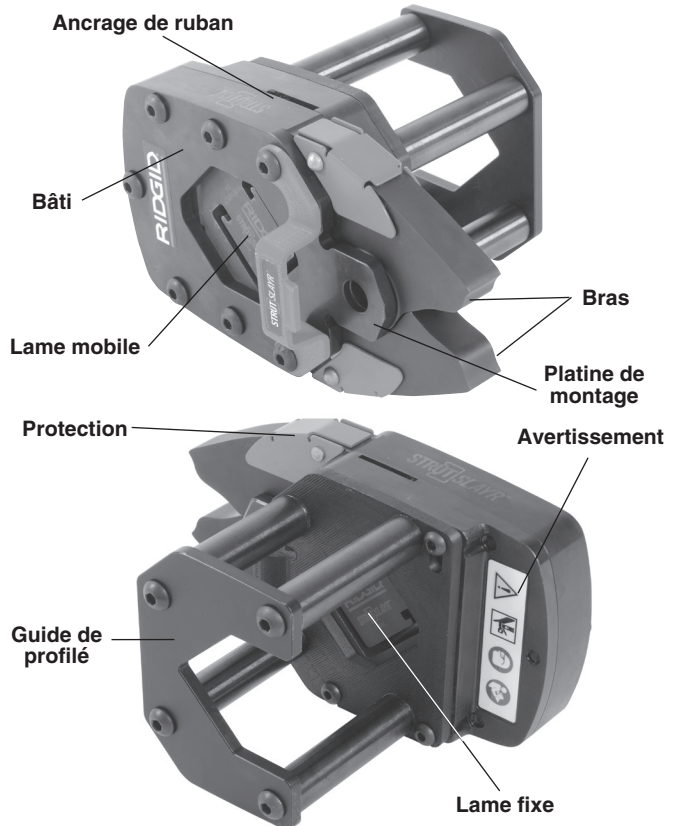

Figure 1 – Cisaille de chemins de câble STRUTSLAYER
- Son assemblage et intégralité (*Figure 1*),
- La présence et lisibilité de l'avertissement indiquée à la *Figure 1*,